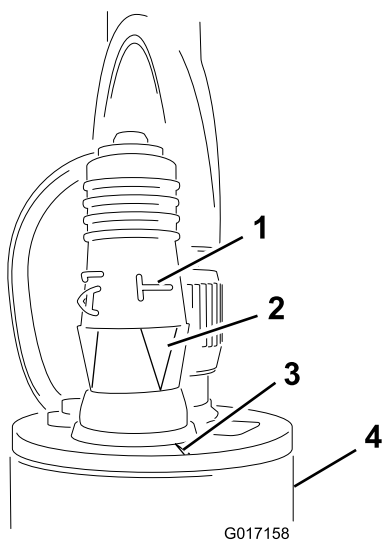

Figure 14
5. Posez la fiche de programmation sur le capteur (Figure 14).
Important: Veillez à bien aligner la flèche sous le « T » couché, avec le cran sur le bord supérieur du capteur (Figure 14).